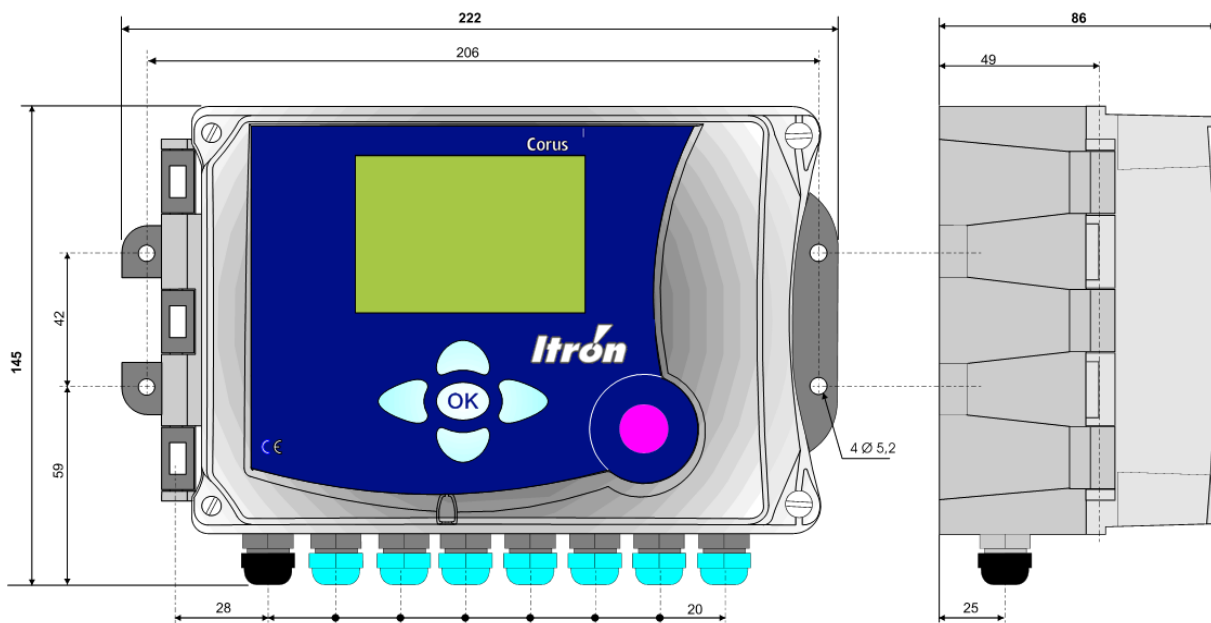

Рис. 1. Габаритные размеры корректора
- 2.12.** Габаритные и присоединительные размеры корректора приведены на рис. 1.